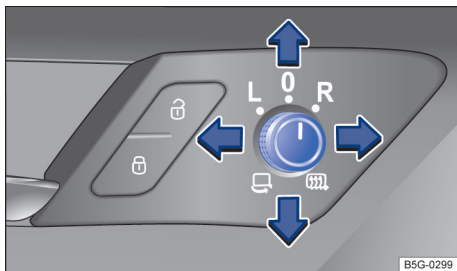

Fig. 94 Na porta do condutor: botão rotativo dos espelhos retrovisores externos.
- Girar o botão rotativo na porta do condutor para o símbolo desejado → Fig. 94.